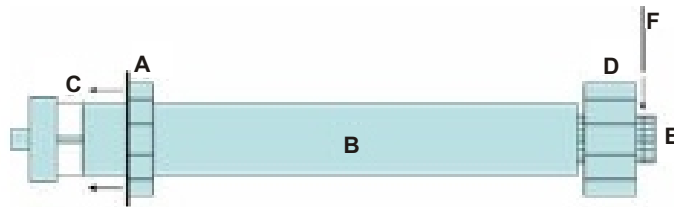
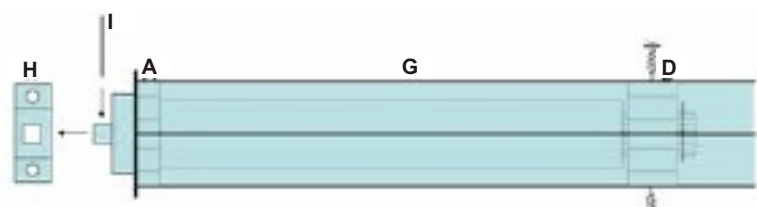

fig. 1
fig. 2
Il mancato rispetto delle istruzioni può causare gravi danni alla salute. Nel caso di applicazioni su tapparelle è buona norma installare un motoriduttore tubolare avente una potenza di circa il 20% superiore rispetto il peso della tapparella stessa, in modo da sopperire alle resistenze causate dagli attriti. Dopo aver tagliato il rullo avvolgitore della lunghezza necessaria rimuovere eventuali basi e controllare che l'interno del tubo sia pulito e libero da residui metallici. Infilare la corona del finecorsa (A) sul motore (B) fino a bloccarla nelle apposite scanalature della ghiera (C) (fig. 1). Inserire la puleggia (D) sull'albero motore (E) bloccandolo mediante l'inserimento del fermo a molla (F) (fig. 1). Introdurre il motoriduttore tubolare all'interno del rullo avvolgitore (G), assicurandosi di inserire interamente la corona del finecorsa (A) (fig. 2). Fissare la puleggia (D) del motoriduttore tubolare al rullo avvolgitore mediante due viti parker disposte a 180° l'una dall'altra in modo da evitare possibili slittamenti assiali del motore (fig. 2). Inserire la testa del motore sul supporto scelto (H) bloccandola mediante la coppiglia (I) (fig. 2).
La manqué du respect des instructions peut poser des graves dommages à la santé. Après avoir coupé le tube d'enroulement de la longueur nécessaire enlever les bases éventuelles et contrôler que l'intérieur du tube soit bien propre et libre des restes métalliques. Infilier la couronne de fin de course (A) sur le moteur (B) jusqu'à la bloquer dans les propres coulisses de la virole (C) (fig. 1). Insérer la roue d'entraînement (D) sur l'arbre du moteur (E) le bloquant avec l'insertion de sa fermeture à ressort (F) (fig. 1). Introduire le moteur tubulaire à l'intérieur du tube d'enroulement s'assurant d'insérer entièrement la couronne de fin de course (A) (fig. 2). Fixer la roue d'entraînement (D) du moteur tubulaire au tube d'enroulement avec des vis parker placées à 180° l'une de l'autre de façon à éviter des glissements axiaux du moteur (fig. 2). Mettre la tête du moteur sur le support choisi (H) le bloquant avec les coppigli (I) (fig. 2)